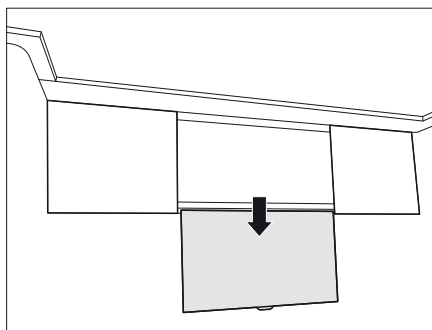

Bild 143 Platt bildskärm i nedre läge
- Dra ner den platta bildskärmen i handtaget (Bild 143).